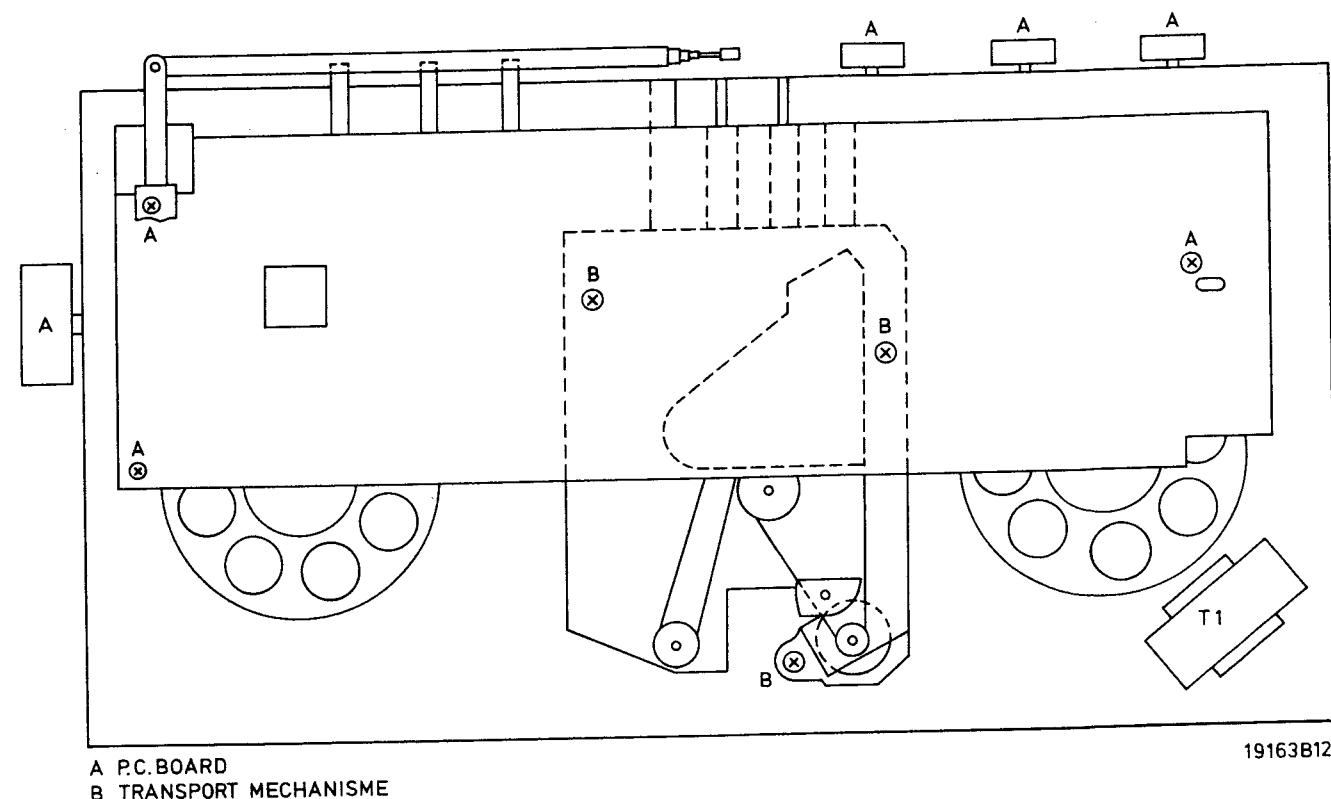

Fig. 4
Gehäuse, Abb. 4 und 8
Siehe auch Abb. 4.
- Zum Ausbau des Laufwerks müssen die Schrauben B gelöst werden. Siehe Abb. 4.